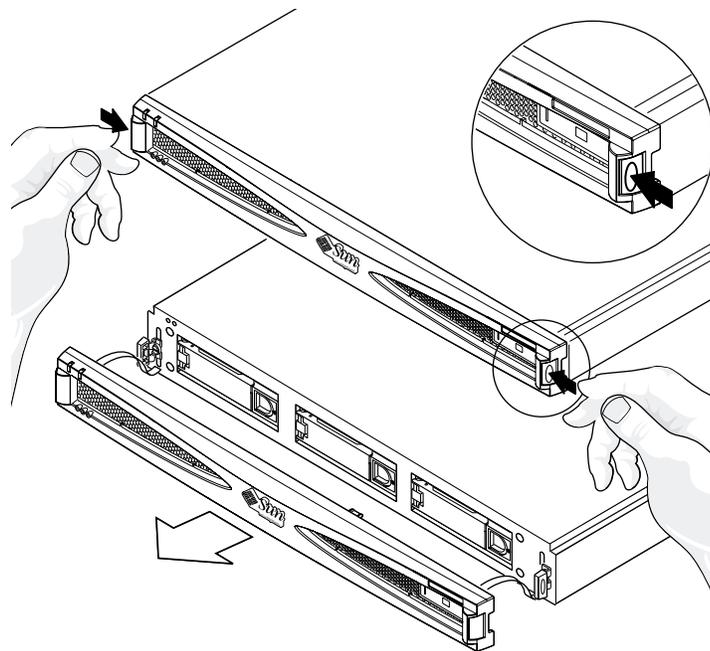

図 4-1 正面ベゼルの取り外し
- 正面ベゼルの両側面にあるラッチを押して、正面ベゼルを格納装置から取り外します (図 4-1 を参照)。
3. 正面ベゼルの両側面にあるラッチを押して、格納装置から正面ベゼルを取り外します (図 4-1 を参照)。